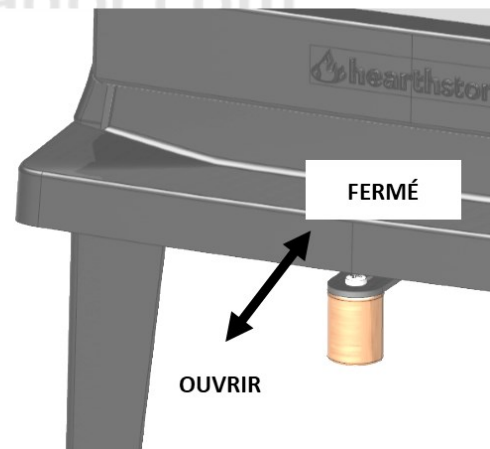

FIG. 5
Une fois atteint un régime de combustion adéquat, réglez le clapet pour éviter une entrée d'air excessive et une combustion et des températures trop élevées. La position intermédiaire est en général la meilleure mais elle dépend cependant de la qualité et du tirage de la cheminée installée et du type de combustible employé (bois durs ou tendres) (Fig. 5).
1. **Ouvrez complètement la ou les arrivées d'air de l'appareil. (Fig. 5)**